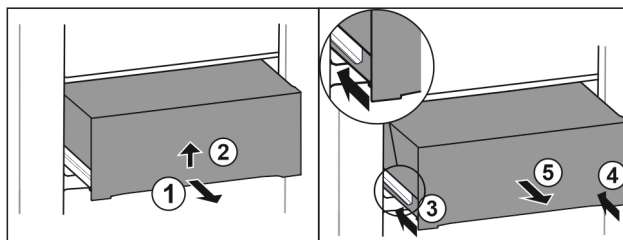

Fig. 26
- ▶ Zásuvku napůl vytáhněte. Fig. 26 (1)
- ▶ Zvedněte zásuvku na spodní straně. Fig. 26 (2)
- ▶ Zasuňte levou kolejničku. Fig. 26 (3)
- ▶ Zasuňte pravou kolejničku. Fig. 26 (4)
- ▶ Vyjměte zásuvku dopředu. Fig. 26 (5)